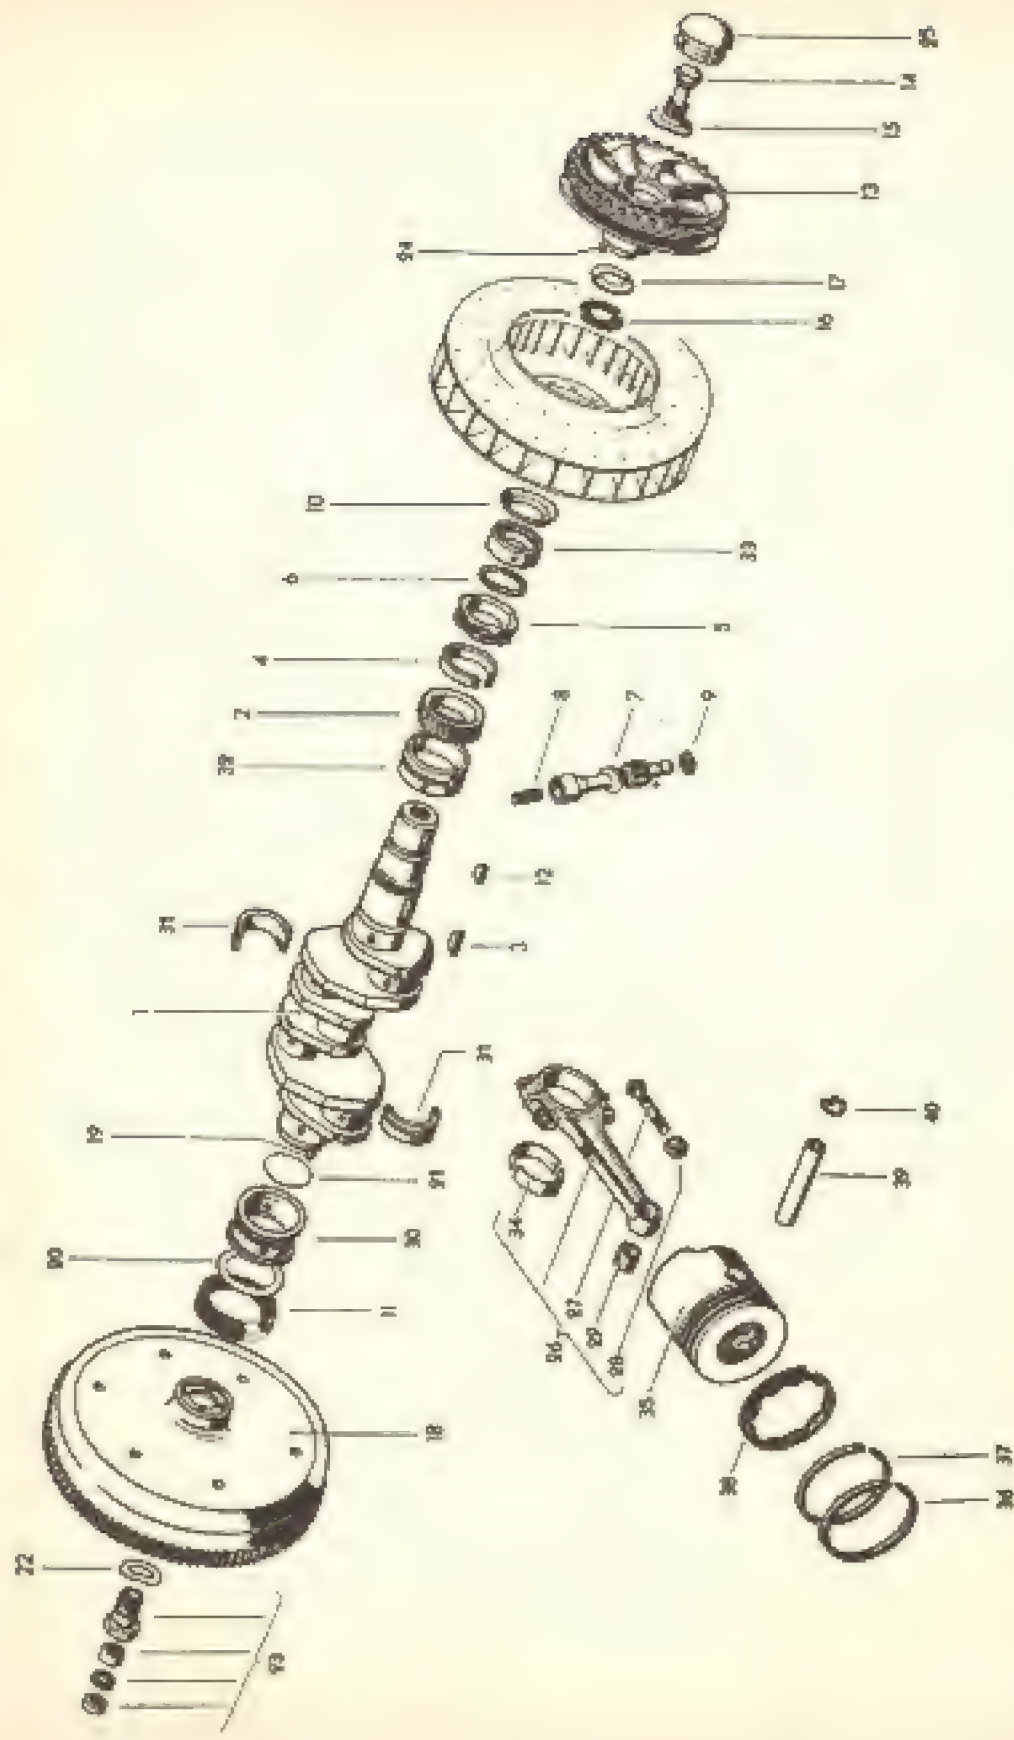

Fig. 2-V — Árvore de manivelas, bielas, êmbolos, volante do motor e outras peças móveis do motor plano "1 600".
**Substituição da polia.** — Retira-se o silencioso, a carcaça de sucção do ar (37), a capa protetora da polia e o parafuso fixador (25 e 14, Fig. 2-V). Retira-se a polia e coloca-se a nova, substituindo o vedador (16, Fig. 2-V) e observando que o pino da polia (24, Fig. 2-V) se introduza no furo respectivo no cubo do ventilador.